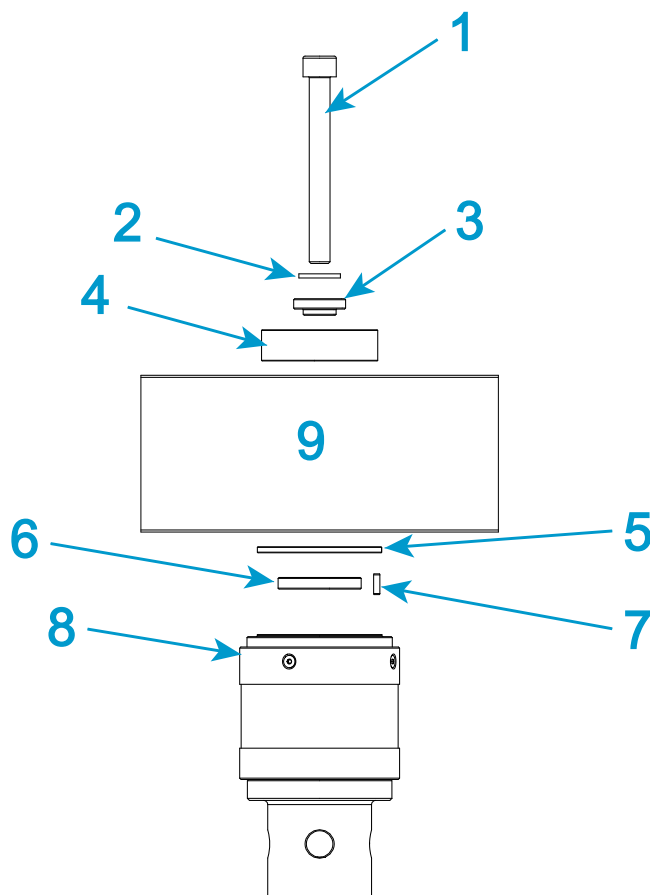

Figure 24. Installation des capteurs de force de série 2580 – capacité 500 N jusqu'à 5 kN
Légende pour Figure 24
1. Reportez-vous à Figure 24 et au tableau associé, puis rassemblez le matériel de montage approprié.
2. Assemblez les pièces métalliques illustrées au-dessus de la traverse dans Figure 24 et placez-les dans la partie supérieure de l'alésage central de la traverse.